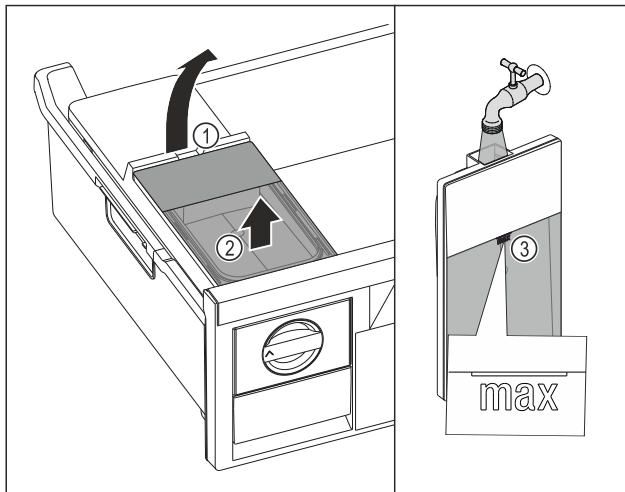

Fig. 124
- Nosta vesisäiliö lovesta Fig. 124 (1).
- Ota vesisäiliö ulos yläkautta. Fig. 124 (2)
- Täytä vesisäiliö juomavedellä merkintään Fig. 124 (3) asti.